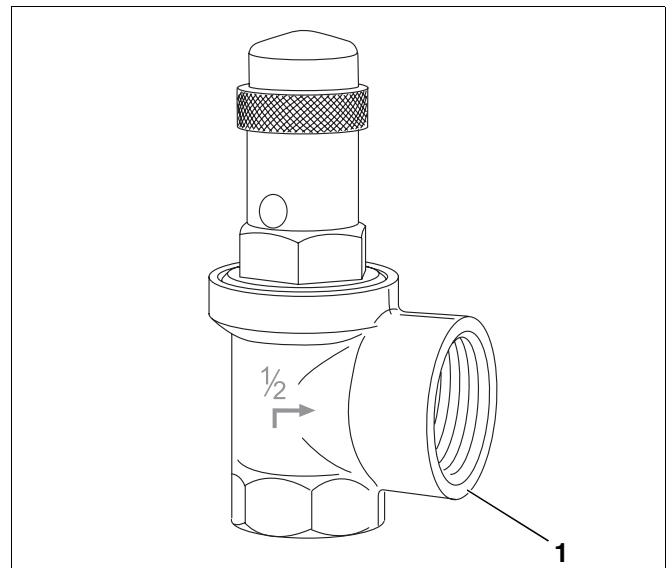

Abb. 4 Sicherheitsventil
- Das Sicherheitsventil (2,5 bar, Ganzmetall, Abb. 4) in den Vorlauf eindichten.
- Den Ausblasstutzen des Sicherheitsventils (Abb. 4, **Pos. 1**) mit 22 mm CU-Rohr über einen Trichtersiphon an die Abwasserleitung anschließen (Auslauf sichtbar).